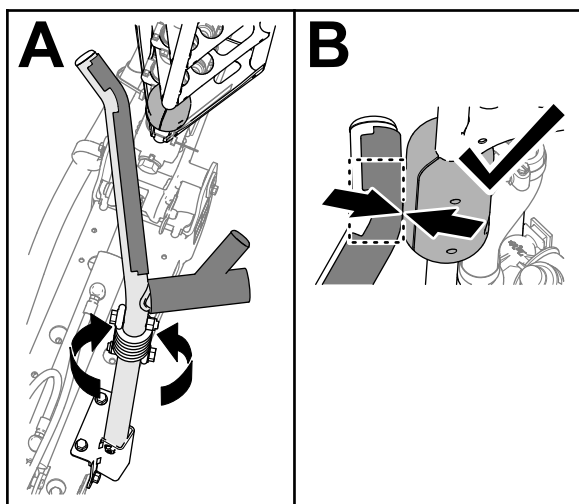

图 108
4. 旋转托架总成直到托架管中的弯曲部分与外喷洒臂顶管上的滑块对齐图 108
注意 滑块必须在上托架管的弯曲部分接触托架图 108。